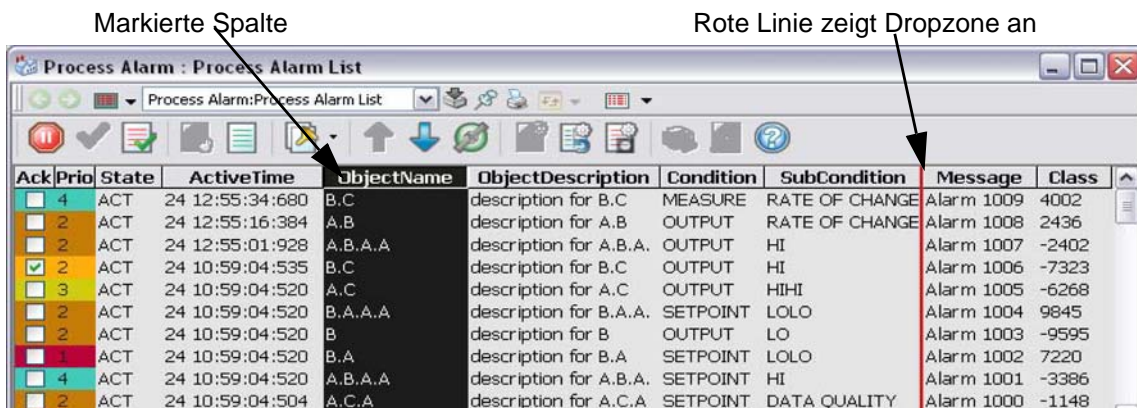

Abbildung 89. Verschieben einer Spalte in einer Prozessalarmliste
1. Wählen Sie die Spalte, die Sie verschieben wollen, indem Sie auf den Spaltenkopf klicken (wie durch einen nach unten zeigenden Pfeil angedeutet). Hierdurch wird die Spalte, wie unter Abbildung 89 gezeigt, hervorgehoben.
3. Klicken Sie in den Tabellenkopf und verschieben Sie die Spalte auf den neuen Platz. Eine rote Linie markiert die Stelle zwischen den Spalten, an die Sie Ihre Spalte beschreiben können. Siehe Abbildung 89.